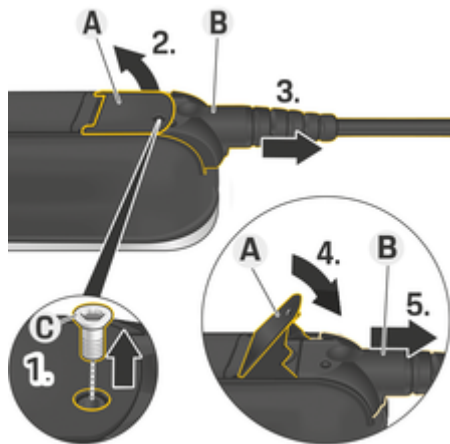

Fig. 81: Allentamento dei cavi
1. Allentare la vite **C** (Fig. 81) con un attrezzo idoneo.
2. Sollevare la linguetta **A** (Fig. 81).
3. Estrarre il connettore **B** (Fig. 81) fino ad avvertire una prima resistenza.
4. Richiudere la linguetta **A** (Fig. 81).
5. Estrarre completamente il connettore **B** (Fig. 81).